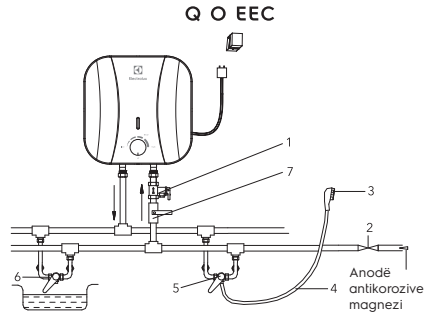

Fig. 5
4. Nëse është e nevojshme të vendosni një sistem të furnizimit me ujë me disa çezma, përdorni metodën e bashkimit (shih Fig. 5).